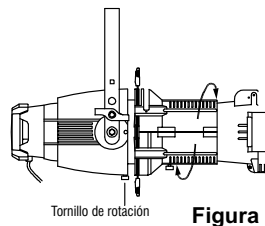

Figura 8
1. Afloje el tornillo de giro del barril situado junto a los obturadores, en la parte baja del reflector (**Figura 8**)